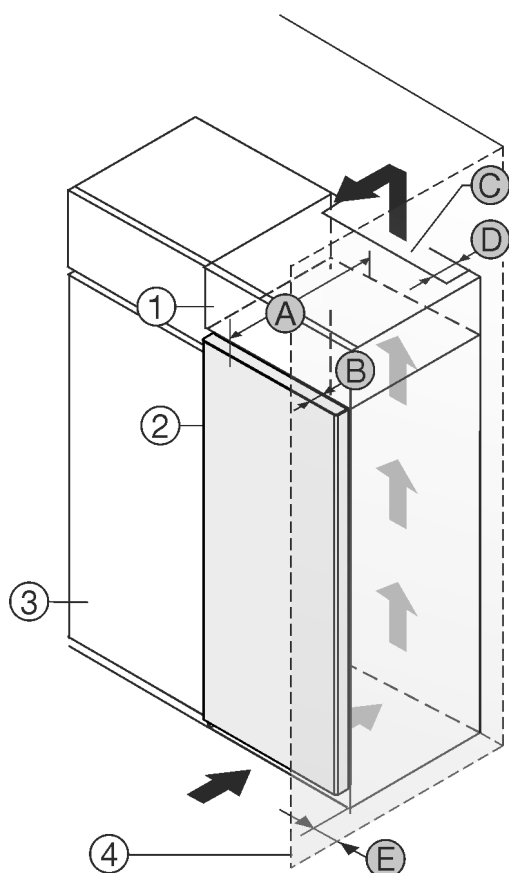

Fig. 1
Non collocare l'apparecchiatura accanto al mobile da cucina Fig. 1 (3).*
Collocare l'apparecchiatura con una distanza di 5 cm tra l'apparecchiatura e il mobile da cucina Fig. 1 (3).*
Sul lato posteriore dell'armadietto sovrapponibile deve essere presente un vano di scarico dell'aria con la profondità Fig. 1 (D) che attraversa l'intera larghezza dell'armadietto sovrapponibile.*
Sotto al soffitto deve essere presente la sezione di ventilazione Fig. 1 (C).*
Se l'apparecchiatura con cerniere viene installata accanto ad una parete Fig. 1 (4), la distanza minima fra l'apparecchiatura e la parete deve essere almeno di 40 mm, che corrisponde alla sporgenza della maniglia a porta aperta.*